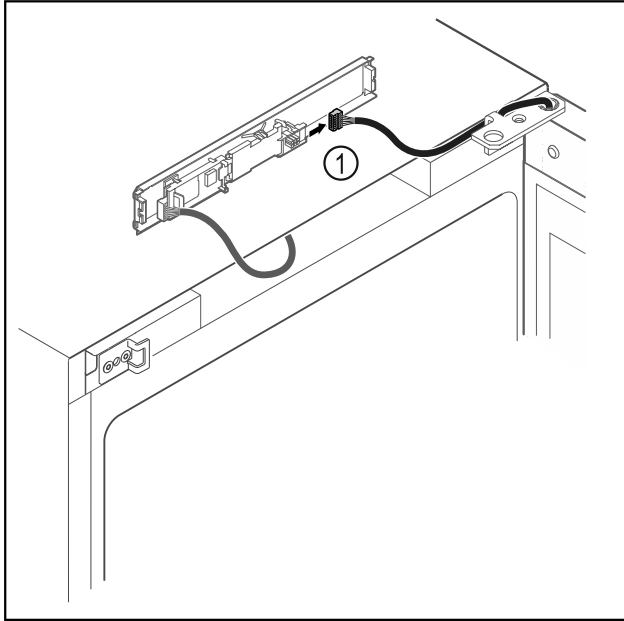

Fig. 20
- Stecker Fig. 20 (1) von Platine abstecken.